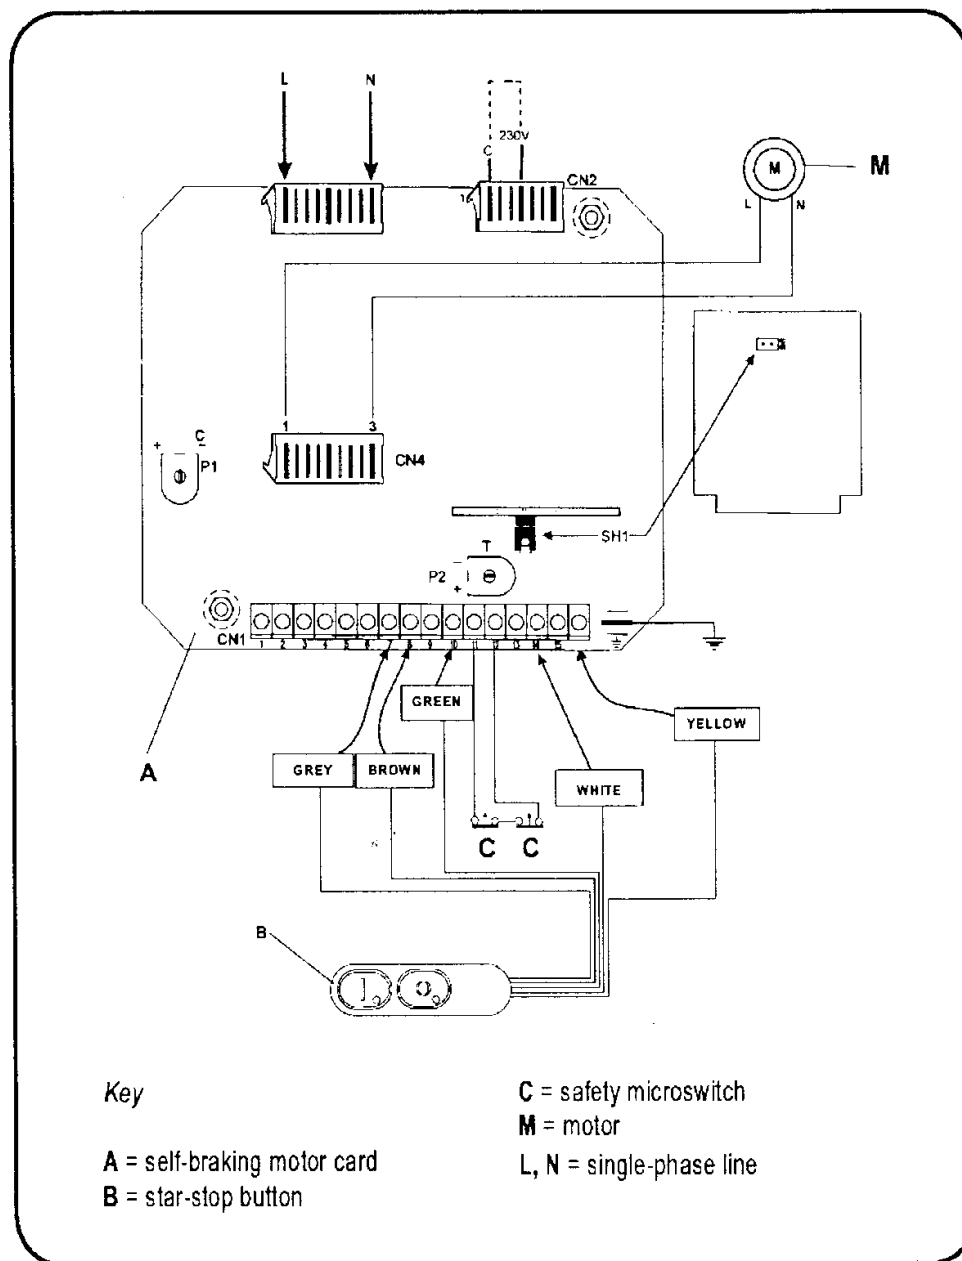

Рисунок 2.5.2
2.5.2 Трехфазная схема электрических соединений, 230 вольт (рис. 2.5.2)